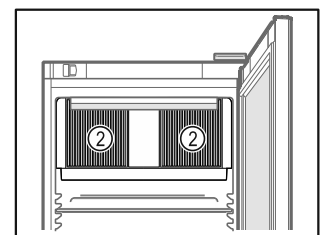

Fig. 59
- ❑ Păstrați libere fantele de ventilație Fig. 59 (2) ale suflantei de recirculare a aerului din interior.